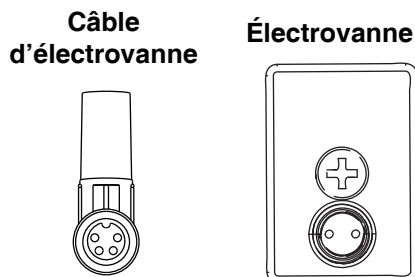
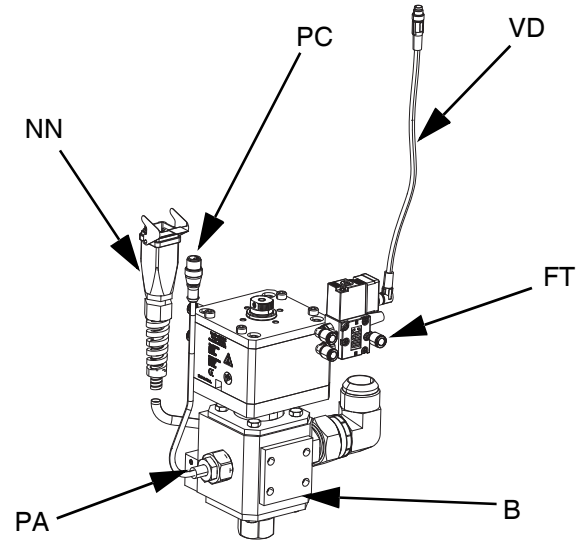

FIG. 23
FIG. 24
9. Raccordez la conduite d'air (AR) (non fournie) au raccord d'air (FT) sur l'électrovanne de distribution. Voir le manuel d'Instructions – Pièces des vannes de distribution axiales. Voir la FIG. 24.
- a. Connectez le câble de l'électrovanne (VC) à l'extrémité du câble du répartiteur M8 à 4 broches attaché au port 4 sur le moteur électrique (AB). Voir **Raccords de communication du moteur électrique** pour les élévateurs simples à la page 16. Voir la FIG. 24.
- b. Connectez l'extrémité à 90 degrés du câble M8 à 4 broches à la vanne de distribution, et l'extrémité droite du câble de l'électrovanne au (VC). Voir la FIG. 24.
- a. Connectez le câble de l'électrovanne de distribution au connecteur de l'électrovanne de distribution en tandem (YY) sur le bloc tandem (R).
- b. Connectez l'extrémité à 90 degrés du câble M8 à 4 broches (15N040) à la vanne de distribution, et l'extrémité droite du câble de l'électrovanne au (VC). Voir la FIG. 24.
- c. Connectez une extrémité mâle du répartiteur M8 à 4 broches (TT) sur le bloc tandem (R) à l'extrémité du câble du répartiteur M8 à 4 broches attaché au port 4 du moteur électrique (AB) pour l'élévateur 1 et l'élévateur 2. Voir **Raccords de communication du moteur électrique** pour l'**Élévateur en tandem** à la page 17.
**REMARQUE :** S'assurer que les broches sur le câble de l'électrovanne sont orientés comme montré à la FIG. 23 avant que le câble soit branché dans l'électrovanne.